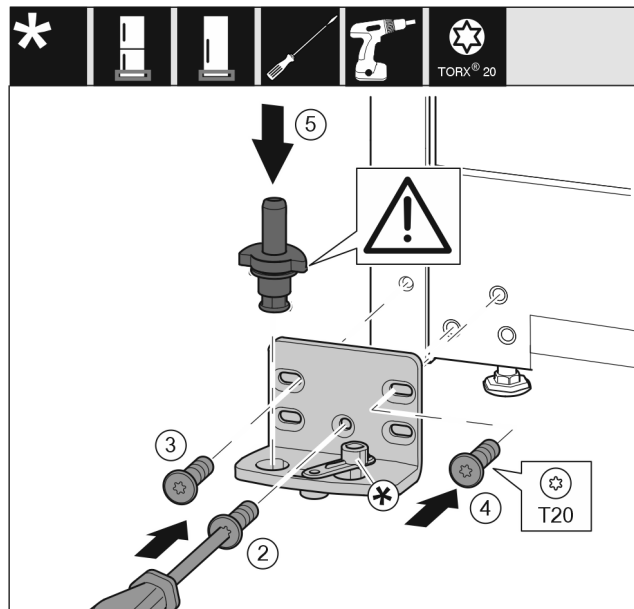

Fig. 16
- ▶ Påsæt hængslet på den anden side, og skru den fast med en skruetrækker. Begynd med skruen Fig. 16 (2) forned i midten.
- ▶ Skru skruen Fig. 16 (3) og skruen Fig. 16 (4) fast.
- ▶ Sæt lejebolten Fig. 16 (5) helt ind. Sørg for, at låsekasten vender bagud.